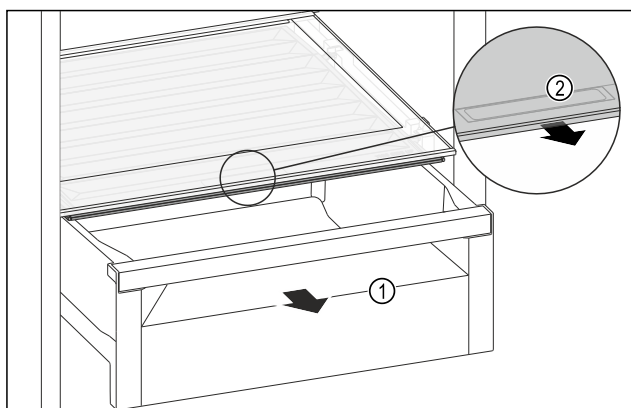

Fig. 104
- Zásuvku Fig. 104 (1) vytáhněte.
- Uchopte prohlubeň pro rukojeť Fig. 104 (2) na víku zásuvky a současně zatáhněte za víko zásuvky směrem dopředu.